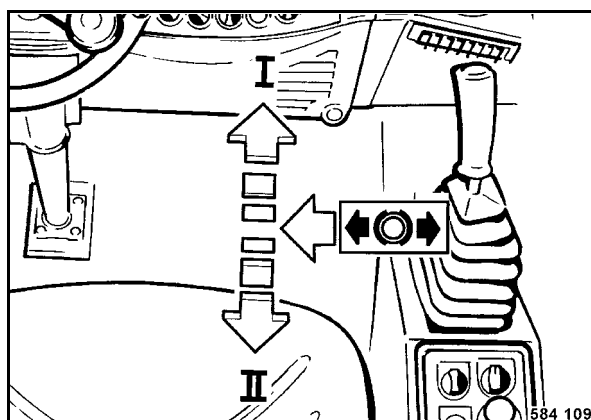

Fig. 44
- Desbloquear la palanca de marcha (Fig. 44) de la posición de frenado hacia la izquierda y